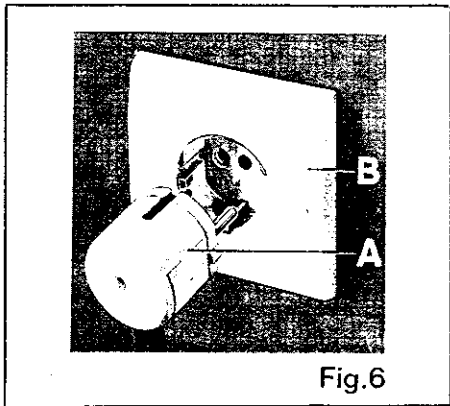

Fig. 6
- se la presa di corrente **B** (Fig. 6) porta il contatto di terra ed è del tipo adatto alla spina (Fig. 6) di cui è dotata la macchina, basterà inserire la spina stessa nella presa per assicurare il collegamento generale di messa a terra;
- Si la prise de courant **B** (Fig. 6) porte le contact de terre et est du type approprié à la fiche **A** (Fig. 6) montée sur la machine, il sera suffisant d'insérer la fiche même pour assurer un branchement général de mise à la terre;
- if power socket **B** (Fig. 6) has an earthing pin and is of the type suited to the plug (Fig. 6) supplied on the machine, you need only insert the plug in the socket to be sure of an earthed connection;
- Wenn Stecker (A) und Steckdose (B) mit übereinstimmenden Erdungskontakten versehen sind (Abbildung 6), ist der Anschluss geeignet.
- Beinhaltet die Steckdose keinen Erdleiter, muss dieser installiert werden. Ein geeigneter Leiter (Minstdurchmesser 5 mm²) wird an der Klemmleiste (A) auf der Geräterückseite innen angeschlossen und am anderen Ende mit einer guten Erdungsmasse verbunden.